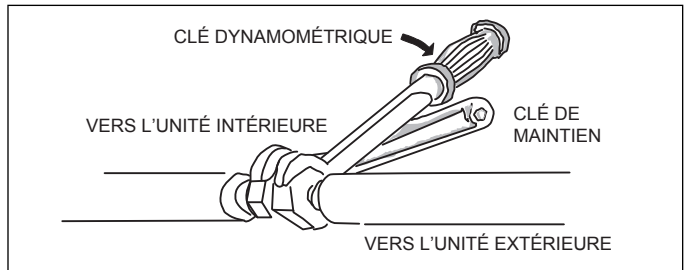

**Figure 25. Réalisation des connexions mâles-femelles**
15. Aligner les conduites de réfrigérant évasées sur les connexions filetées. Commencer par serrer légèrement les écrous évasés pour assurer qu'ils s'engagent correctement comme illustré à la «Figure 25. Réalisation des connexions mâles-femelles».